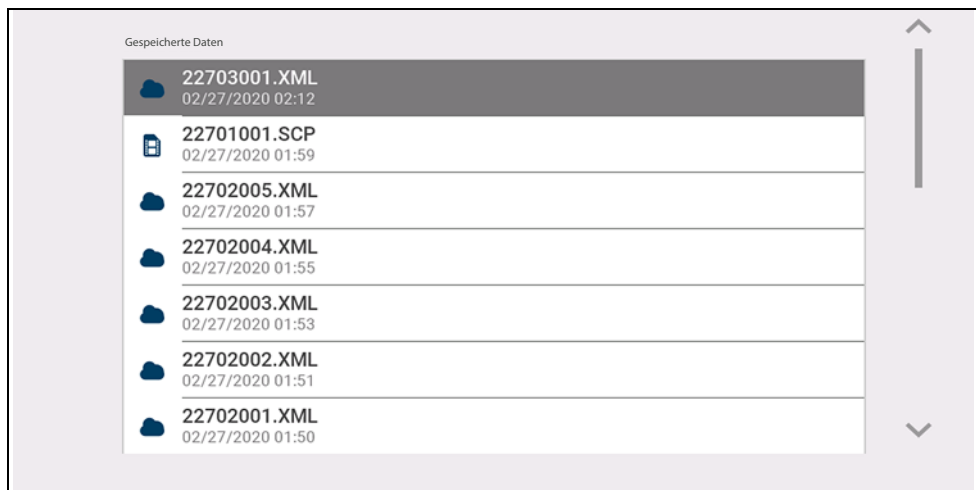

Abbildung 9-2
- **Alle gespeicherten Daten** – führt alle gespeicherten Dateien auf (Abbildung 9-2)
Codescans und einzelne Systemcodeergebnisse werden als XML-Dateien gespeichert und können aus der Liste „Alle gespeicherten Daten“ oder „Scanner“ ausgewählt werden (Abbildung 9-2).